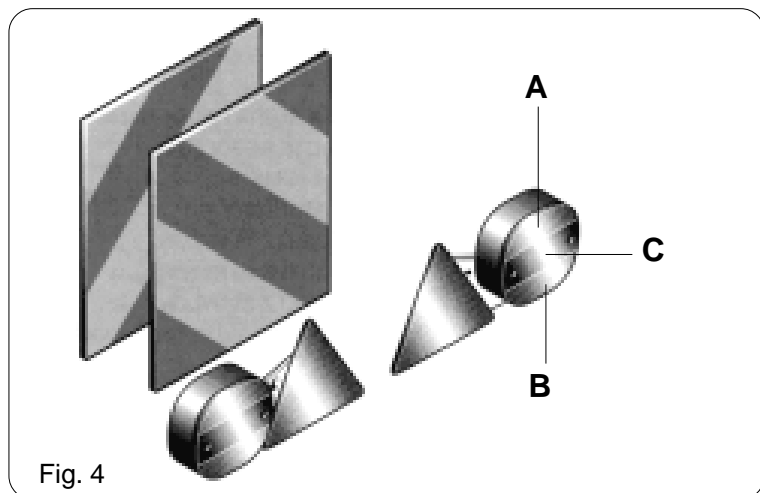

Fig. 4
- 35) Qualora gli ingombri costituiti da attrezzature portate o semiportate occultino la visibilità dei dispositivi di segnalazione e di illuminazione della trattrice, questi ultimi devono essere ripetuti adeguatamente sulle attrezzature, attenendosi alle normative del codice stradale in vigore nel relativo paese. Accertarsi, quando in uso, che l'impianto luci sia perfettamente funzionante. Si rammenta inoltre che la corretta sequenza segnaletica dei fari deve prevedere (Fig. 4):
- 35) When the dimensions of carried or partially-carried equipment conceal the tractor's signalling and lighting devices, these must also be installed on the equipment itself, in conformity with regulations of the highway code of the country involved. When in operation make sure that the lighting system is in perfect working order. It is also important to remember that the correct signalling sequence of the headlights includes (Fig. 4):
- 35) Wenn die geschleppten oder an dem Schlepper angebrachten Ausrüstungen und Geräte die Sichtbarkeit der Signalisierungs- und Beleuchtungsvorrichtungen des Schleppers verdecken, müssen diese Vorrichtungen auch an den Ausrüstungen angebracht werden, wobei die Vorschriften der im jeweiligen Anwendungsland geltenden Straßenverkehrsordnung zu beachten sind. Beim Gebrauch ist zu kontrollieren, daß die Anlage einwandfrei funktioniert. Nachstehend wird die korrekte Sequenz der Leuchten angegeben (Abb. 4):
- 35) Lorsque les encombrements constitués par des équipements conduits ou semiconduits cachent la visibilité des dispositifs de signalisation et d'éclairage du tracteur, ceux-ci doivent être reproduits de façon adéquate sur les équipements, en respectant les normes du code de la route du pays en question. S'assurer que l'installation des phares fonctionne parfaitement lors de l'utilisation. On rappelle en outre que la séquence de signalisation correcte des feux prévoit (Fig. 4):
- 35) Si las dimensiones de los aparatos cargados o semicargados no permiten la visibilidad de los dispositivos de indicación e iluminación de la motriz, dichos dispositivos deberán ser instalados adecuadamente sobre los aparatos en sí, ateniéndose a las normas del código del tránsito vigente en el País. Asegurarse, mientras viene utilizado, que la instalación de las luces se encuentre perfectamente en función. Se recuerda, además que la correcta secuencia de las indicaciones de los faros prevé (Fig.4):